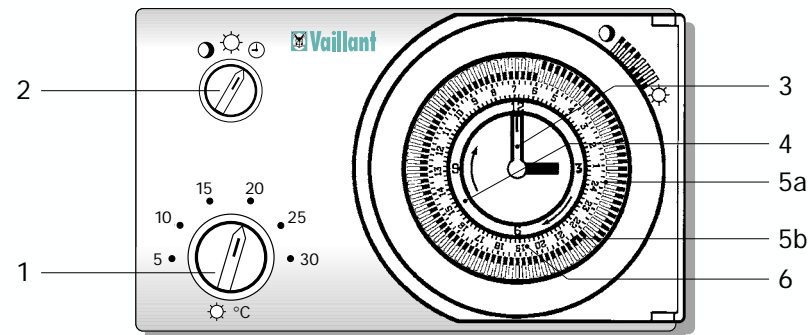

Fig. 1:
int Fig. 1
z. B. Fig. 1 (4) „1,5“ Uhr.
Mit dem Betriebsartenschalter Fig. 1 (2) können Sie die Betriebsweise Ihrer Heizungsanlage Ihren persönlichen Bedürfnissen anpassen.
Am Tag-Temperaturwähler Fig. 1 (1) stellen Sie die Raumtemperatur nur so hoch ein, daß es für Ihr Behaglichkeitsempfinden gerade ausreicht. Jedes Grad mehr ergibt einen unnötigen Mehrverbrauch an Heizenergie von etwa 6%.